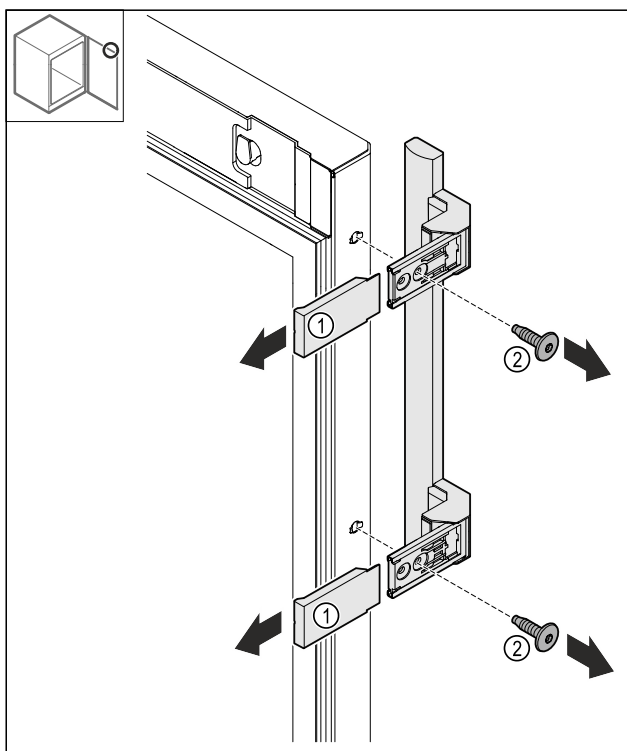

Fig. 18
- Afdekkingen Fig. 18 (1) wegtrekken.
- Schroeven Fig. 18 (2) losmaken.